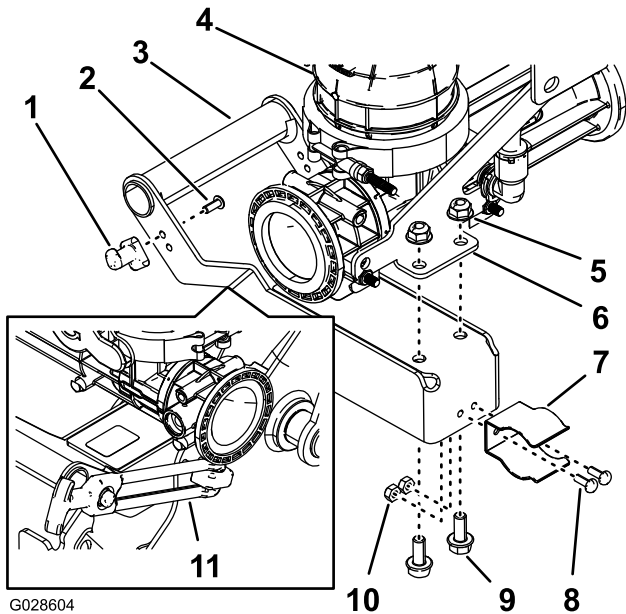

Figure 11
1. Montez l'ergot de verrouillage de la poignée du mélangeur (Figure 11) au moyen de 2 vis à tête creuse (#10-24 x 1/2 po).
2. Fixez le clip élastique sur la poignée de verrouillage (Figure 11) au moyen de 2 boulons (n° 10-24 x 1/2 po) et 2 contre-écrous (n° 10-24).
3. Fixez la poignée à la plaque de montage du mélangeur (Figure 11) au moyen de 2 boulons à embase (5/16 x 3/4 po) et contre-écrous à embase (5/16 po).